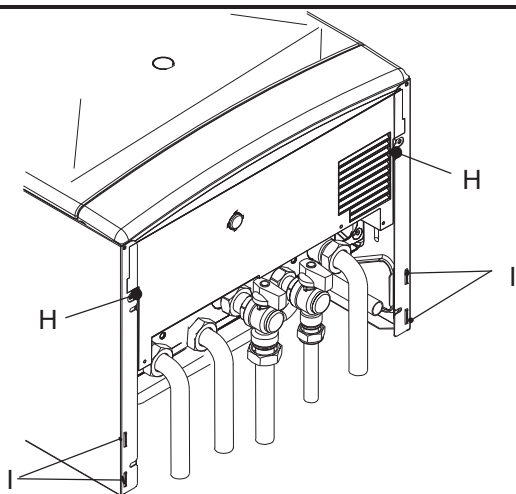

Fig. 5.11
- 2 Remove the screws H and loosen the screws I (Fig. 5.11).
- 2 Отверните болты H и ослабьте болты I (Рис.5.11)